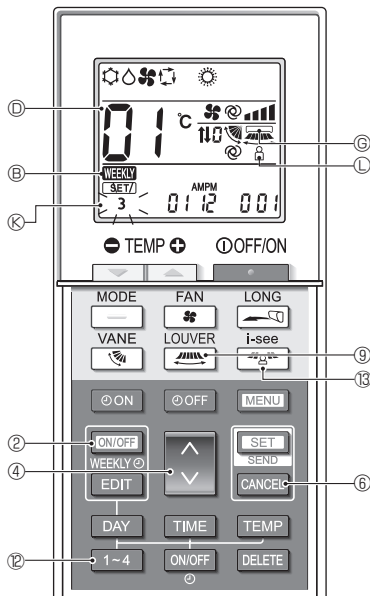
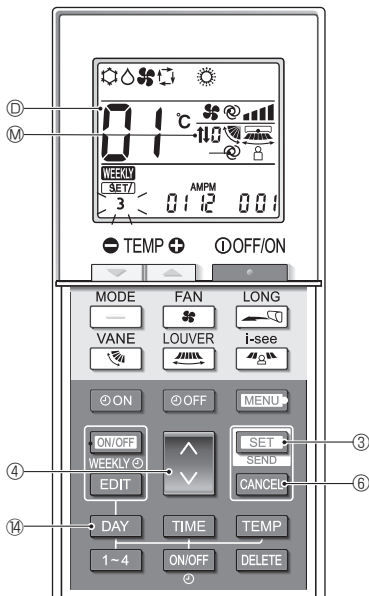

Fig. 6-4
Fig. 6-5
(Fig. 6-4, Fig. 6-5)
* Ha nem megfelelő a beállítás, nyomja meg a **CANCEL** gombot ⑥, és ismételje meg az eljárást az 1. lépéstől.
6.6. A beállítás befejezése (Fig. 6-5)
- Tartsa lenyomva a **SET** gombot ③ 5 másodpercig.